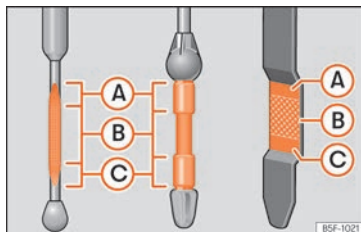

Abb. 241 Ölmesstab
» Abb. 241. Füllen Sie gegebenenfalls Motoröl nach.
- Wenn der Ölstand mindestens den Bereich » » **Abb. 241** **ⓑ** erreicht hat, vorsichtig den Deckel des Einfüllstutzens aufschrauben » » **!**
Liegt der Ölstand über dem Bereich » » **Abb. 241 **Ⓐ**, starten Sie den Motor bitte nicht. Dies könnte zu einer Beschädigung des Motors und des Katalysators führen. Wenden Sie sich an einen Fachbetrieb.**
Der Ölstand darf keinesfalls über dem Bereich » » **Abb. 241 **Ⓐ** stehen, andernfalls könnte Öl über die Entlüftung der Motorölwanne angesaugt werden und über die Abgasanlage in die Atmosphäre gelangen.**